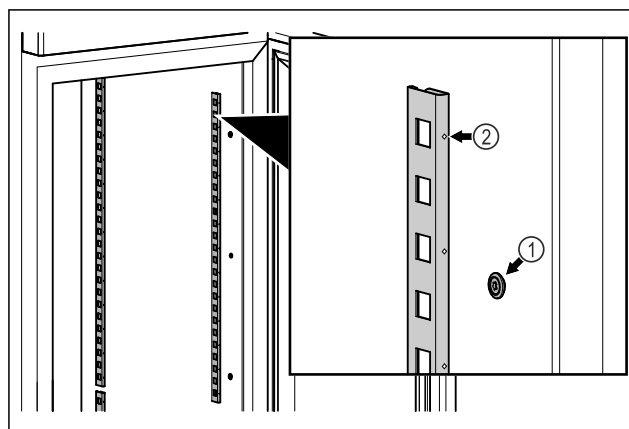

Fig. 85 Ilustrační zobrazení
- ▶ Zahákněte zářkové lišty do zavěšení Fig. 85 (1). Označení Fig. 85 (2) musí směřovat dopředu.